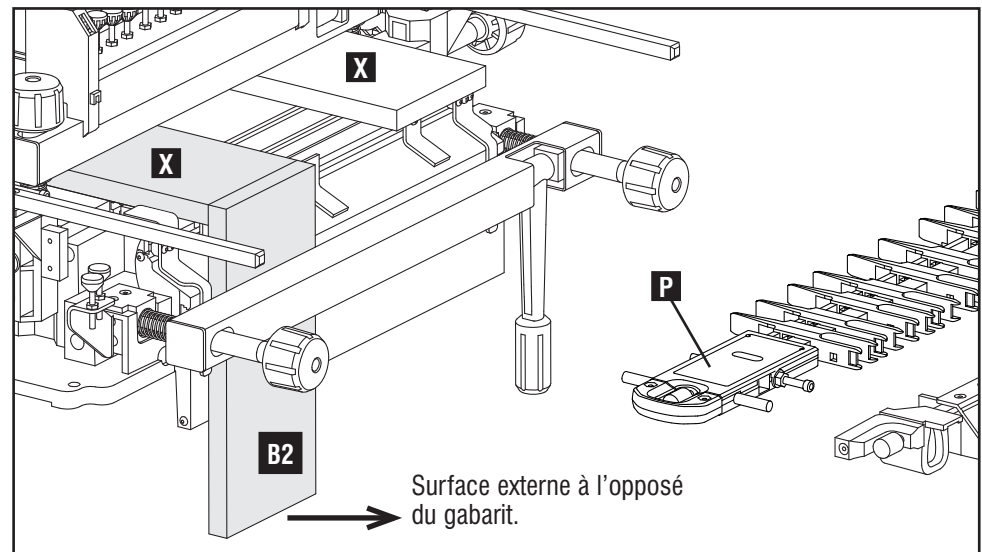

Fig. I14
1. Inverser le gabarit de sorte que l'étiquette « B TAILS » (queues B) (P) fig. I14, est à gauche lorsque vous faites face au gabarit.
2. Retirer la première planche B1 et assembler la seconde B2. Remarquer que la « surface externe » de la seconde planche devrait maintenant être à l'opposé du gabarit (consulter la fig. I14). Il n'est pas nécessaire de déplacer les pièces de bois de rebut à l'horizontale (X). Elles peuvent demeurer en position pour aider à réduire l'apparition d'éclats de bois lors de la coupe de la seconde planche (B2).